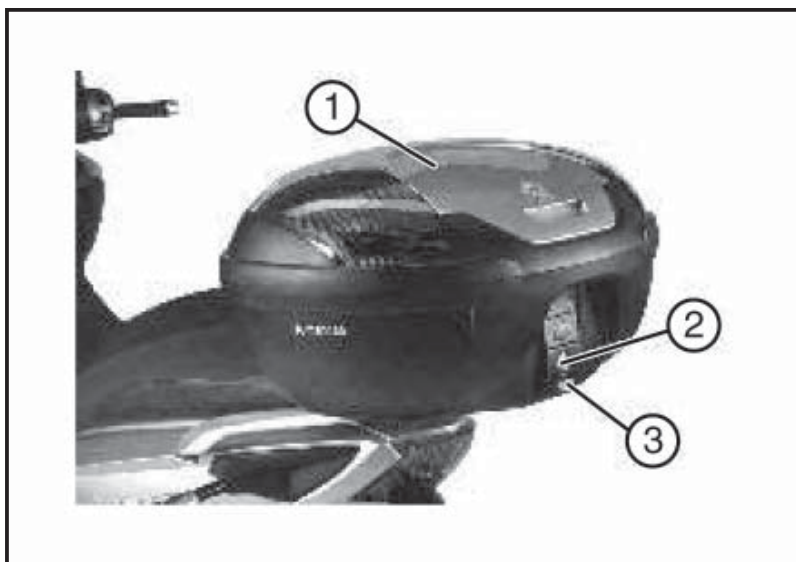

Fig. 02
4.19 TOP CASE ARRIERE (Fig. 02)